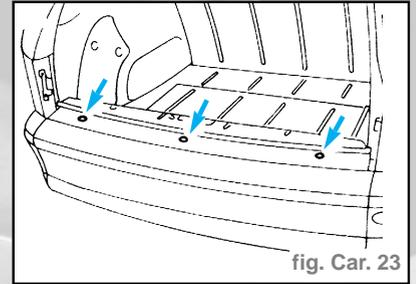

fig. Car. 23
- Ouvrir le hayon AR et dévisser les vis indiquées (fig. Car. 23).